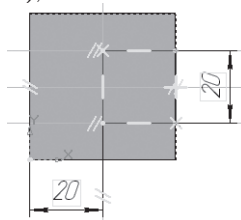

Рис. 398
- с помощью прямой (вертикальной или горизонтальной), глобальной привязки середина, параллельных прямых (на чертеже отмечены параллельными штрихами) и прямоугольника построим эскиз (рис. 398);